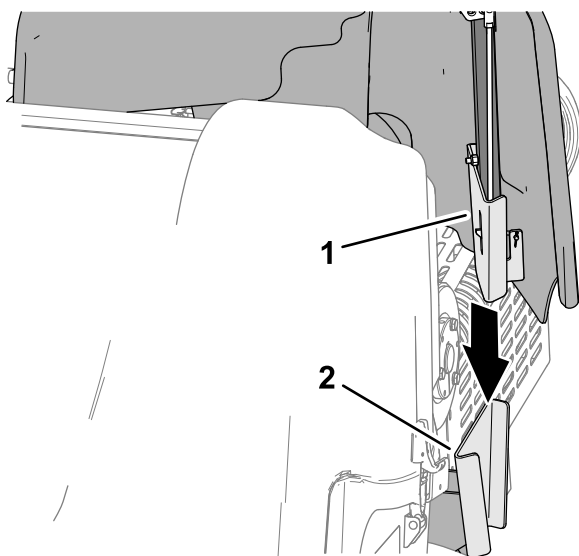

図 144
1. ベルトカバーの取り付けブラケットを、マシンのフレームのカバーサポートブラケットに合わせる 図 144。